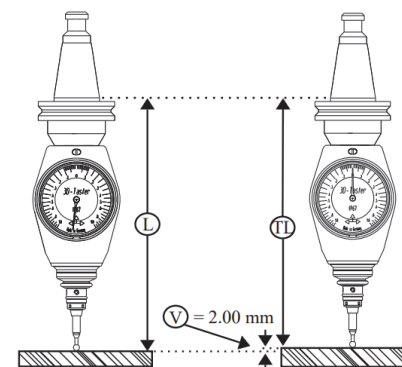

Abb. 1
- Bestätigen Sie die effektive Gesamtlänge TL des 3D-Tisches (Abb. 1).